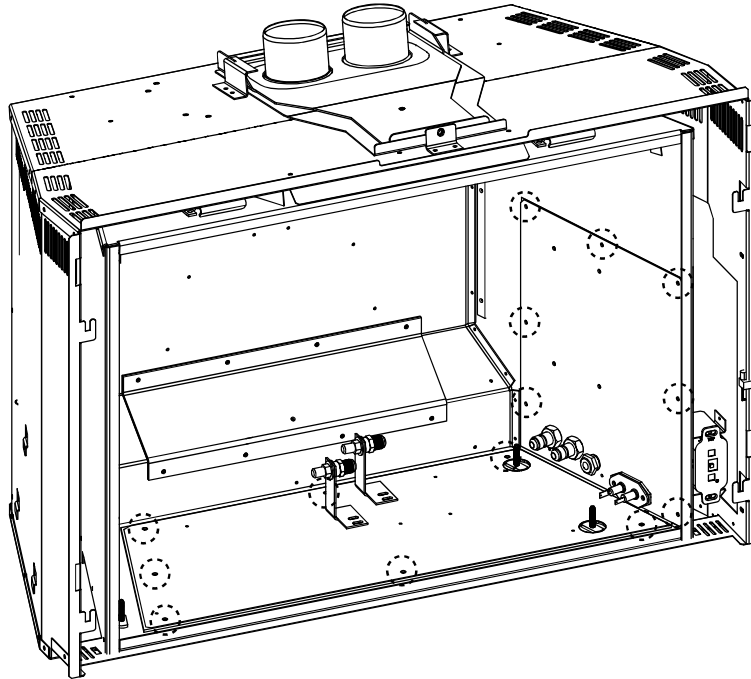

Fig. 7-2
- C. Retirez les 14 vis servant à fixer l'assemblage de la soupape en place (**Fig. 7-2**).